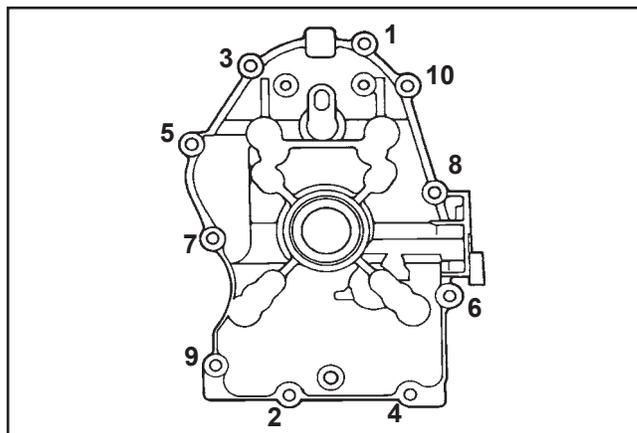

Figure 11-21. Séquence du couple de serrage de la plaque de fermeture.
- Monter les dix vis hexagonales à embase fixant la plaque de fermeture au carter moteur. Serrer les raccords selon la séquence montrée à la Figure 11-21 à **24,4 N·m (216 pouces lb)**. Sur certains moteurs, une des dix vis de montage est plaquée. La vis plaquée est en principe montée dans le trou n°. 6 comme il est montré à la Figure 11-21.